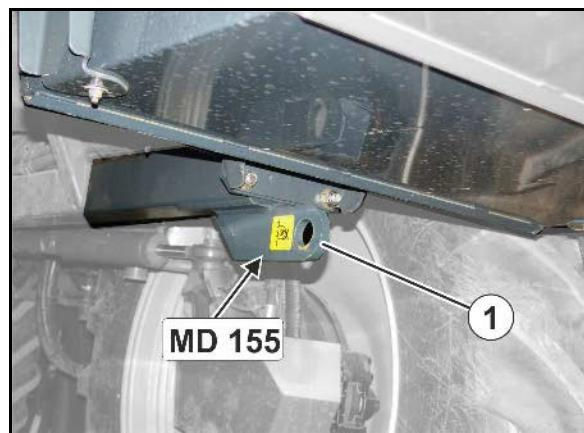

Рис. 4
- 1 точка крепления спереди (Рис. 4/1)